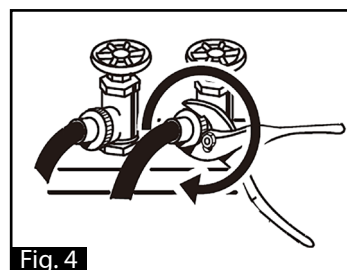

Fig. 4
1. Raccorder le tuyau coudé au robinet sur le mur et le fixer dans le sens des aiguilles d'une montre (Fig. 4).